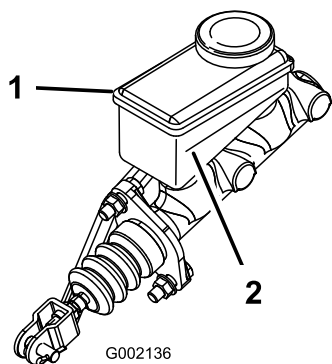

Figura 69
5. Observe o nível do fluido na parte lateral do reservatório (Figura 69).
- B. Adicione fluido dos travões DOT 3 ao reservatório até o nível do fluido estar acima da linha de nível (Figura 69).